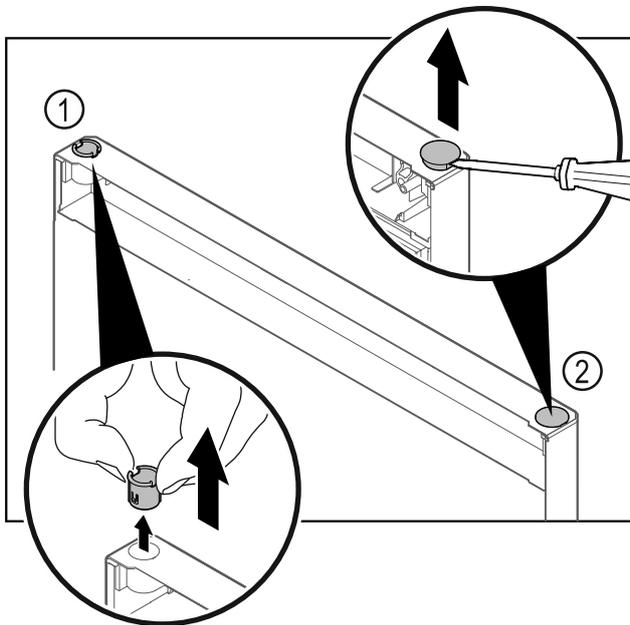

Fig. 27 冷藏区门
- ▶ 用手指拔出合页衬套 Fig. 27 (1)。
- ▶ 用带槽螺丝刀小心撬起盖塞 Fig. 27 (2)并将其拔出。